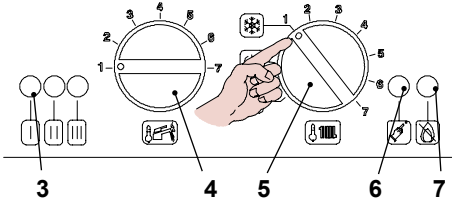

Figura 5.40
3 in Figura 5.40 lampeggia ogni 4 secondi.
- Posizionare il selettore 5 come indicato in Figura 5.40 ; la lampada di segnalazione 3 lampeggia ad intermittenza circa ogni 2 secondi.
- Per tarare il coefficiente K le spie di segnalazione in Figura 5.40 devono essere visualizzate come in Figura 5.41 (legenda spie Figura 5.42)